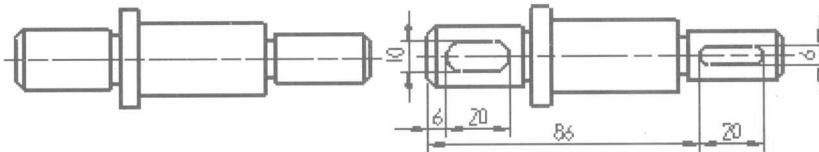

图1-25
**【练习1-25】：**打开附盘上的文件“1-25.MCX”，利用【Create】/【Create Rectangular Shapes】变形矩形命令，将图 1-25 中的左图加键槽，结果如图 1-25 右图所示。